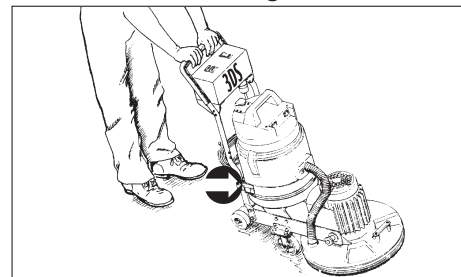

Abbildung 9
7. Setzen Sie die Trockensaugereinheit auf das Stützgestell, so dass die Mitte des Geräteunterteils in die 5 cm große Öffnung passt. HINWEIS: Der Anschluss des Saugschlauchs sollte gegen den Motor der Schleifeinheit zeigen. Befestigen Sie das Stützriemen um die Basis der Saugereinheit (siehe Abbildung 9).